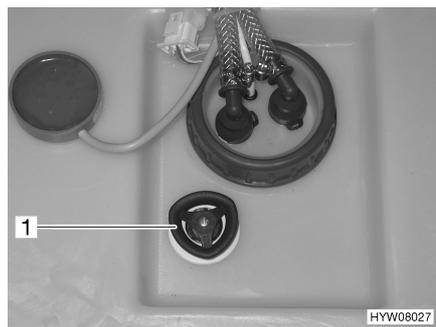

Fig. 81 Réservoir d'eau avec poignée tournante
- Faire tourner la poignée tournante (Fig. 81,1) du réservoir d'eau à fond dans le sens contraire des aiguilles d'une montre au-delà de la résistance pour ouvrir entièrement l'ouverture d'écoulement.